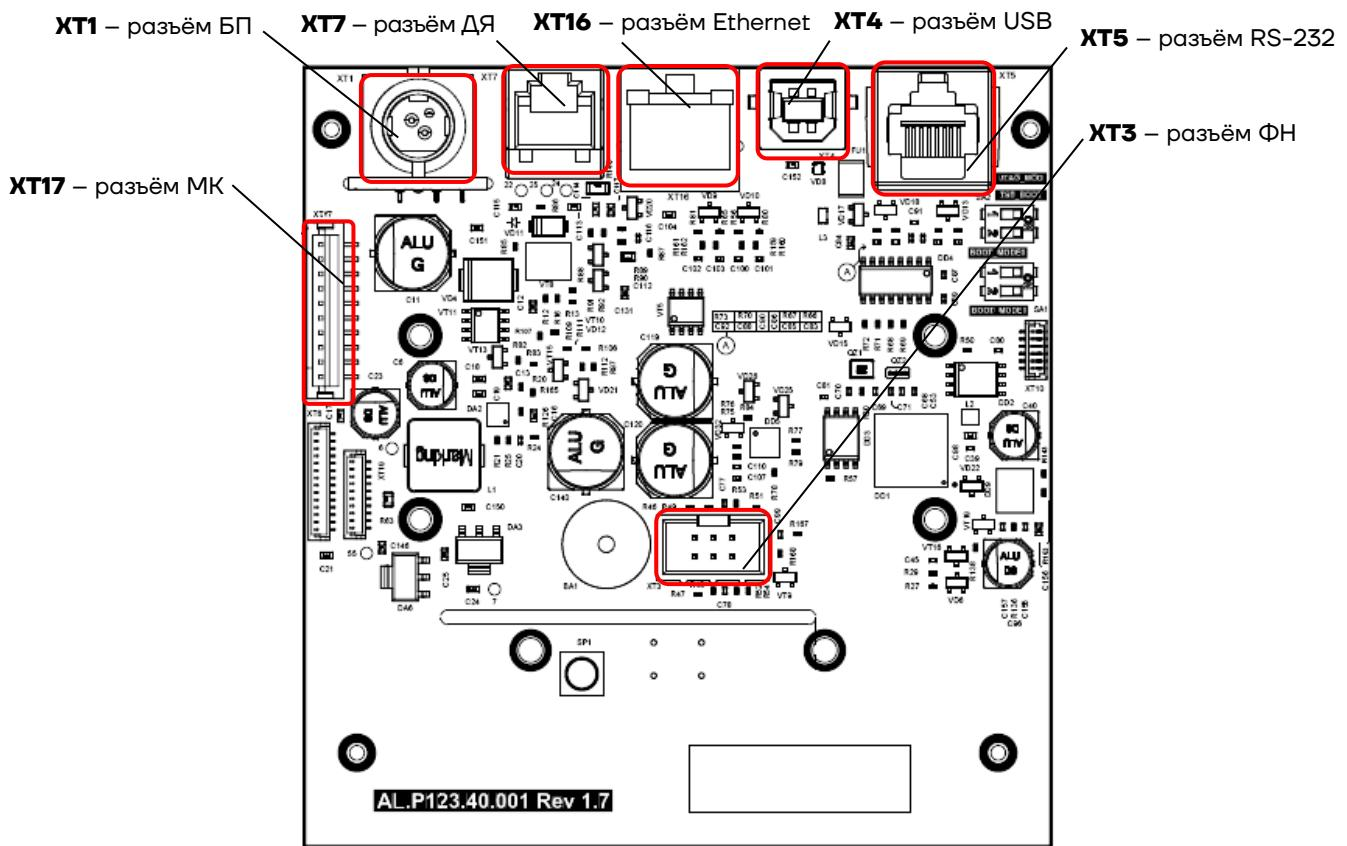
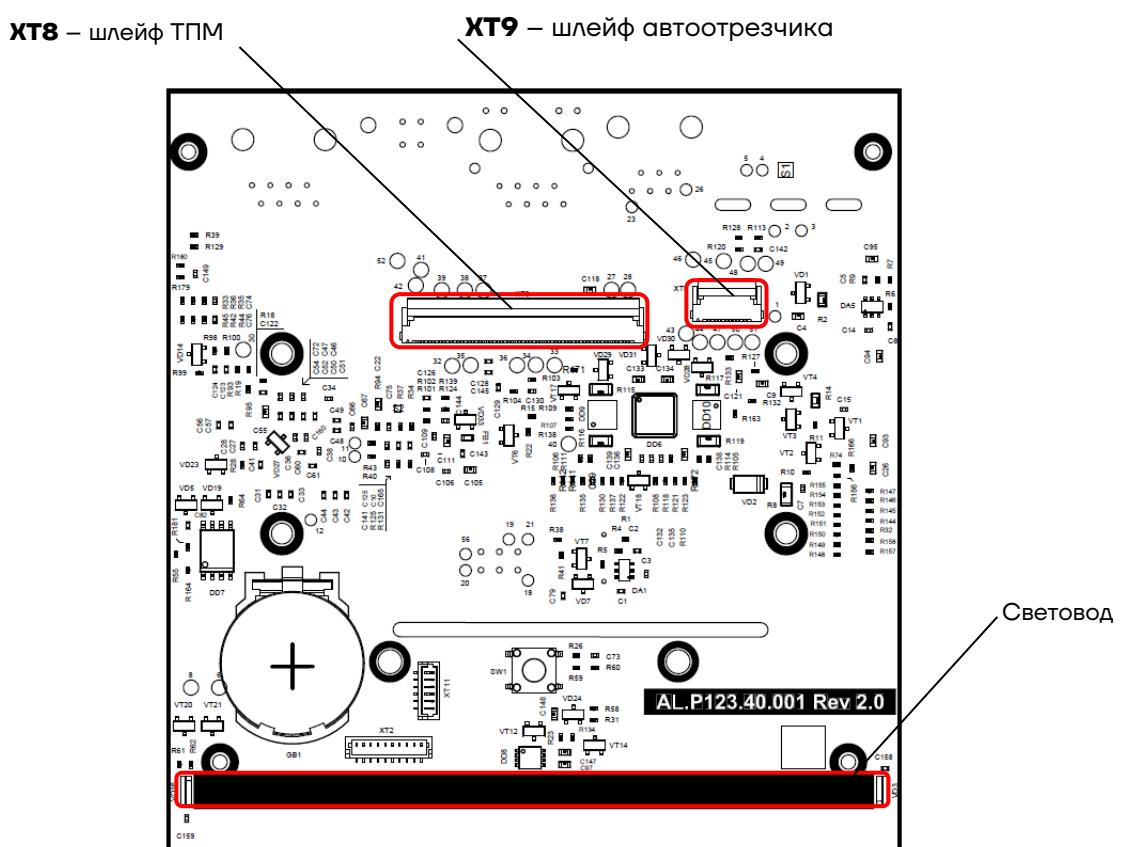

Рисунок 14. Расположение элементов блока управления AL.P123.40.001 rev 1.7 (вид сверху – TOP)
Рисунок 17. Расположение элементов блока управления ALP123.40.001 rev 2.0 (вид снизу – ВОТ)
- Проверить наличие и количество разъёмов блока управления. Блок управления AL.P123.40.001 должен содержать 8 разъёмов (подробнее см. рисунок 14 – рисунок 17):